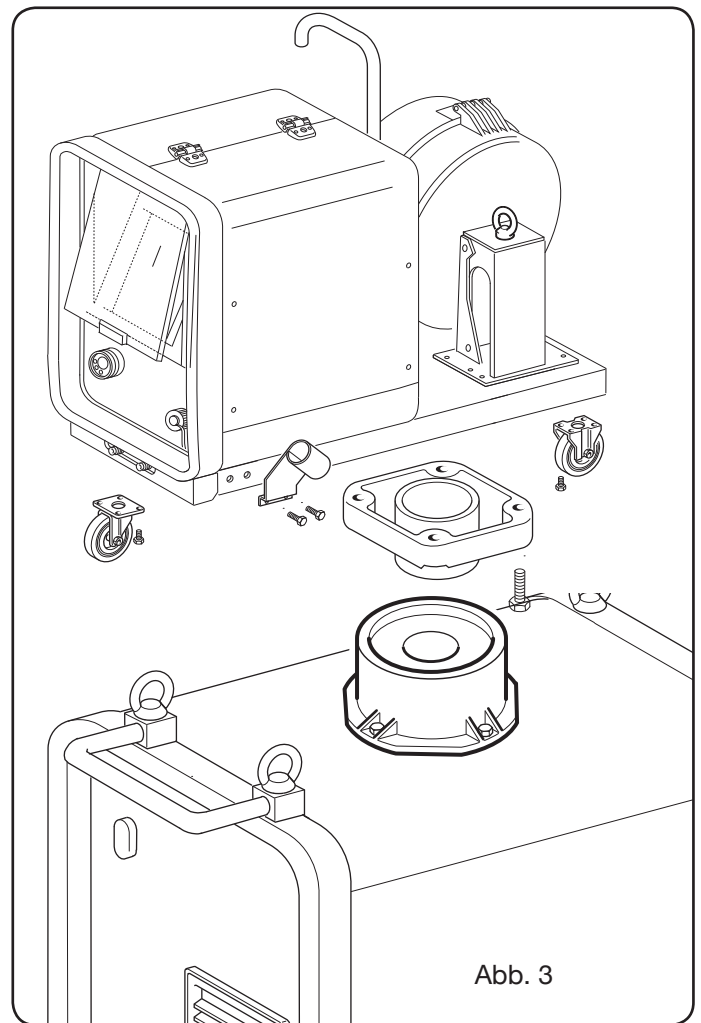

Abb. 3
- Bei den verfahrenbaren Maschinen muss das Schwenklager sowohl auf das Drahtvorschubgerät als auch auf die Stromquelle montiert werden; die mitgelieferten kleinen Räder müssen mit den zugehörigen Schrauben ebenso wie der Brennerhalter an den Boden des Drahtvorschubgeräts montiert werden; dann das Drahtvorschubgerät wie vorgesehen anordnen. (Siehe Abb. 3).